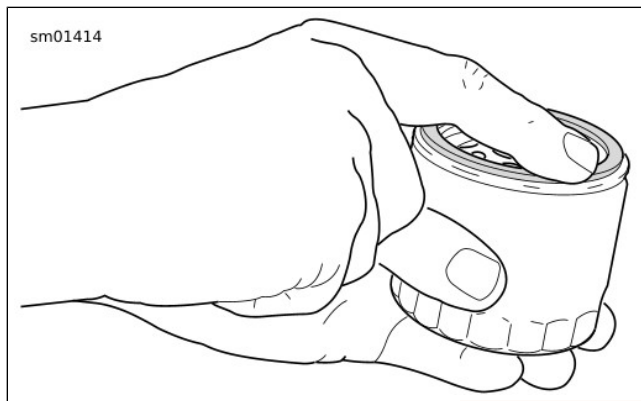

Figura 62. Lubrificazione della nuova guarnizione del filtro dell'olio
7. Vedere Figura 62 . Installare il **nuovo** filtro dell'olio.